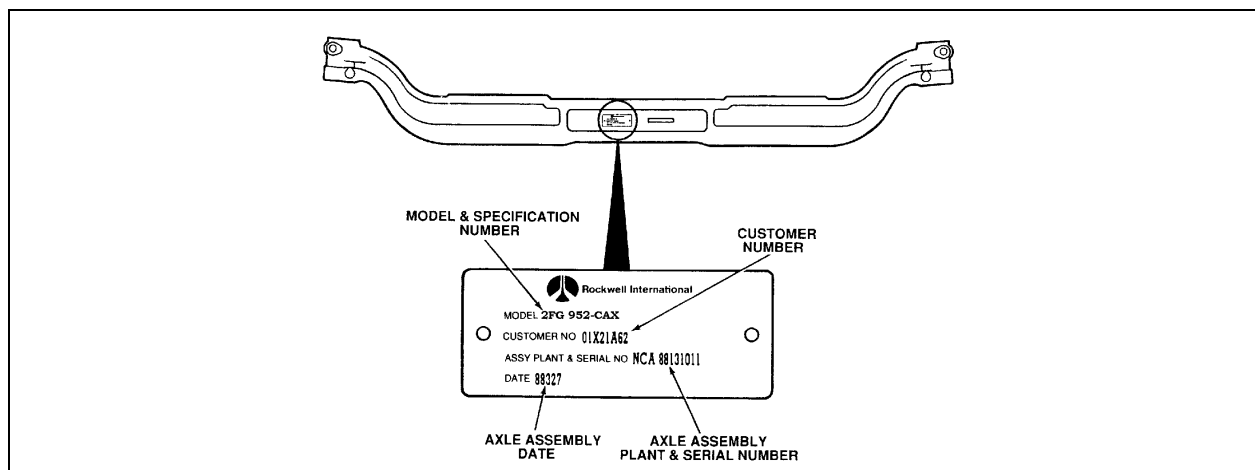

FIGURE 1 : IDENTIFICATION DU TYPE D'ESSIEU AVEC LA PLAQUE SIGNALÉTIQUE
1. L'ensemble de remplacement peut seulement être installé sur les essieux Rockwell 2FG952-CAX. Vérifier si l'essieu avant de votre véhicule est de ce type à l'aide de la plaque signalétique (figure 1).